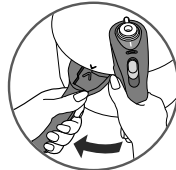
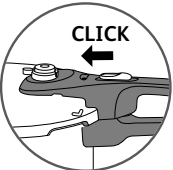

fig. 3
fig. 4
- Tournez le couvercle dans le sens des aiguilles d'une montre jusqu'à la butée - fig. 3 jusqu'à entendre le bruit d'enclenchement du bouton fig. 4.